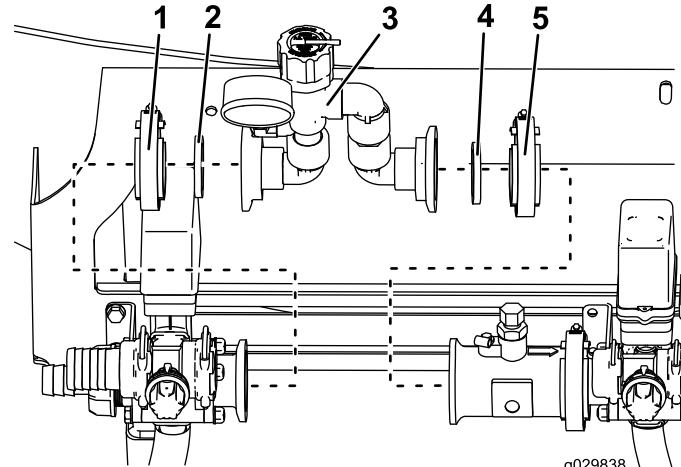

Bild 3
5. Setzen Sie die vorhandene Dichtung auf den Anschluss der Druckentlastungsbaugruppe ein, die an das Umwälzungsventil angeschlossen wird (Bild 3)
6. Bringen Sie die vorhandene Schneckenschraubschelle über der Druckentlastungsbaugruppe an (Bild 3).
9. Setzen Sie die neue Dichtung in den offenen Anschluss der Druckentlastungsbaugruppe ein (Bild 3).
10. Bringen Sie die Schneckenschraubschelle am offenen Anschluss der Druckentlastungsbaugruppe an (Bild 3).